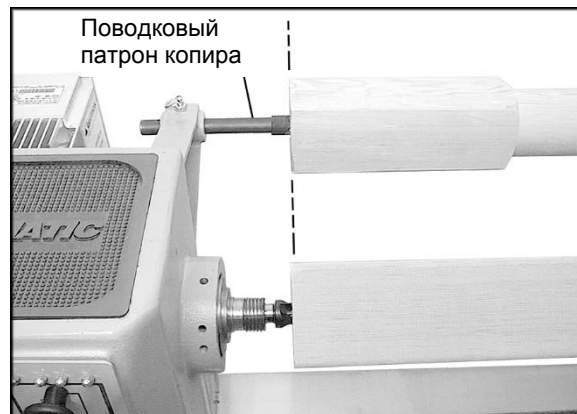

Рисунок 23
2. Установите вращающийся *четырёхзубцовый поводковый патрон копира* в кронштейн передней бабки, подняв фиксатор и вставив патрон так, чтобы его конец был на одном уровне с концом центра, установленного на передней бабке. См. Рис. 23. Фиксатор в кронштейне должен войти в одно из отверстий центра копира в данной позиции.